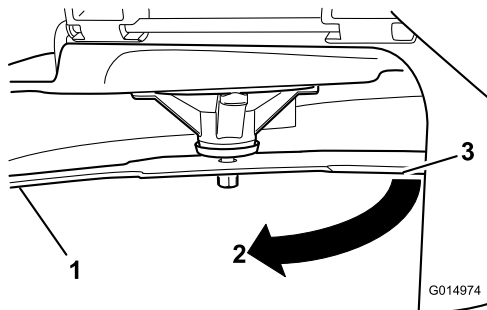

Figura 62
3. Segunda distancia medida entre cuchilla y superficie (B)
4. Gire la misma cuchilla 180 grados de manera que el otro extremo esté en la misma posición (**Figura 62**).